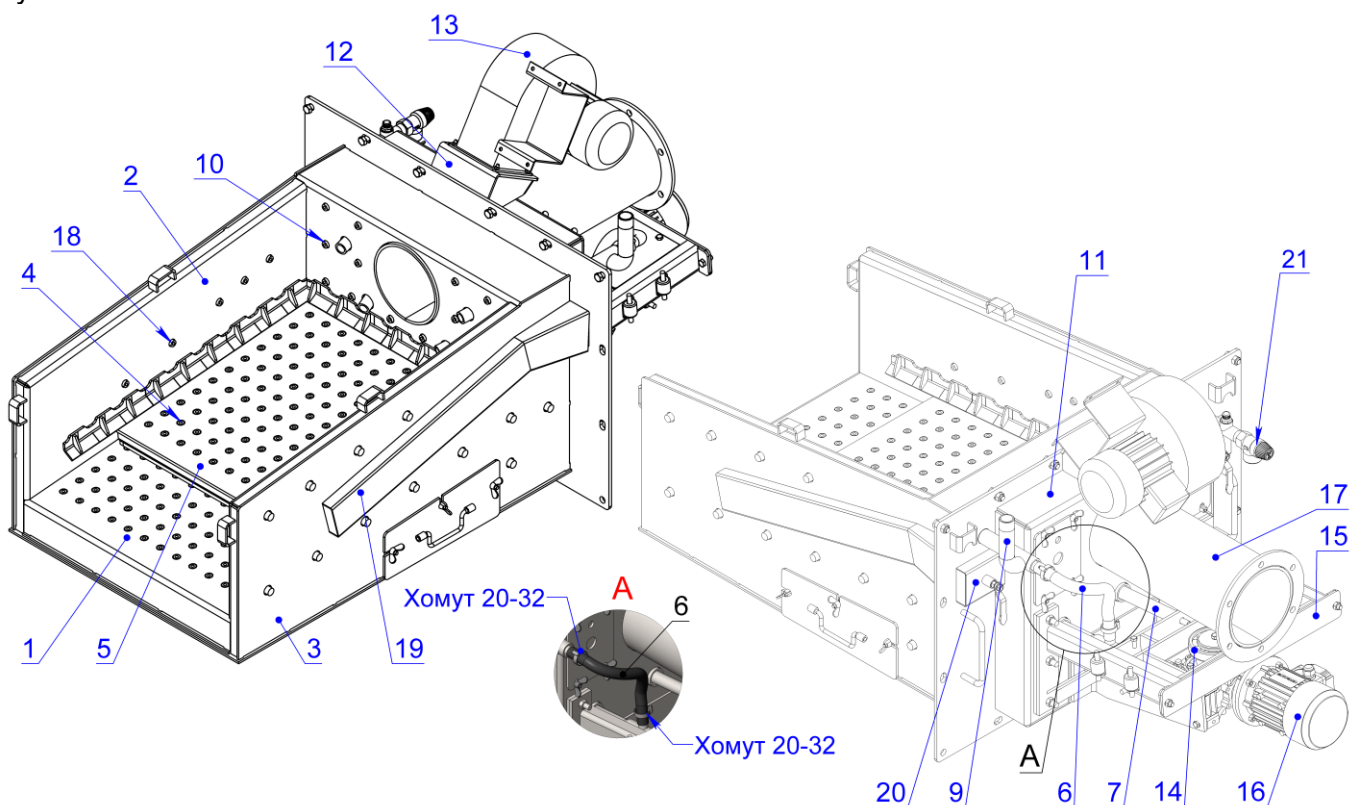

Рис. 1 Будова пальника
4.1. Пальник (рис. 1), встановлюється на днище топки котла.